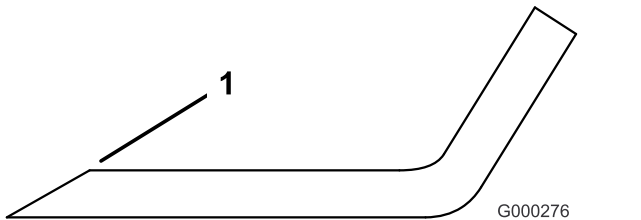

Figure 73
1. Au moyen d'une lime, aiguisiez les tranchants aux deux extrémités de la lame (Figure 73).
Remarque: Si la lame est déséquilibrée, limez un peu l'extrémité de l'ailette seulement (Figure 73).